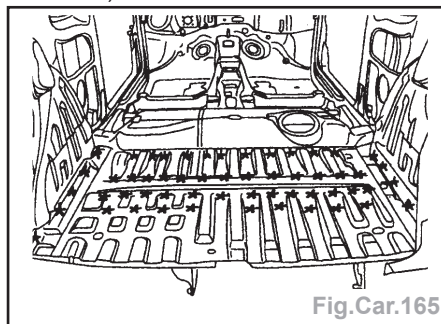

Fig.Car.165
- Découper par fraisage des points (Fig. Car.165).